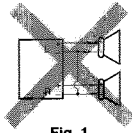
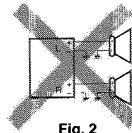
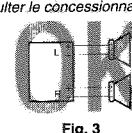

Fig. 1
Fig. 2
Fig. 3
- ③ Rouge: à la prise accessoire
- ④ Autres fils: aux enceintes
- ⑤ Bleu à bandes blanches: à l'antenne automatique (200mA max.)
- ⑥ Orange avec bande blanche: à l'interrupteur d'éclairage de la voiture
- If the speaker wiring in your car is as illustrated in Fig. 1 and Fig. 2 below, DO NOT connect the unit using that original speaker wiring. If you do, the unit will be seriously damaged. Redo the speaker wiring so that you can connect the unit to the speakers as illustrated in Fig. 3.
- If the speaker wiring in your car is as illustrated in Fig. 3, you can connect the unit using the original speaker wiring in your car.
- Si el conexionado de altavoz de su automóvil es como se indica en las Figs. 1 y 2 de abajo, NO conecte la unidad utilizando ese conexionado de altavoz original. Si lo hace, se producirán daños graves en la unidad. Vuelva a efectuar el conexionado de altavoz de manera que pueda conectar la unidad a los altavoces de la manera indicada en la Fig. 3.
- Si el conexionado de altavoz de su automóvil es como se indica en la Fig. 3, podrá conectar la unidad utilizando el conexionado de altavoz original de su automóvil.
- Si le câblage des enceintes de votre voiture est réalisé comme montré sur la Fig. 1 ou Fig. 2 ci-dessous, NE CONNECTEZ PAS l'appareil en utilisant ce câblage original d'enceintes. Si vous le faites, l'appareil sera sérieusement endommagé. Recommencez le câblage des enceintes de façon que vous puissiez connecter l'appareil aux enceintes comme montré sur la Fig. 3.
- Si le câblage des enceintes de votre voiture est comme montré sur la Fig. 3, vous pouvez connecter l'appareil en utilisant ce câblage original d'enceintes pour votre voiture.